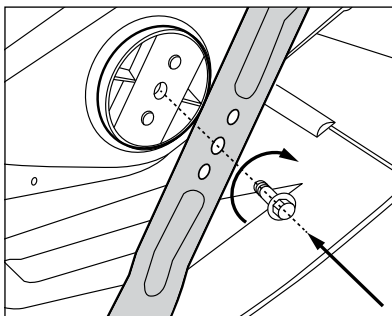

Рис. 10
Для выключения газонокосилки: отпустите рычаг выключателя 2 (рис. 10) и снимите батарею. Для этого нажмите клавишу фиксатора и сдвиньте батарею по направляющим до полного отделения ее от корпуса машины (рис. 8).
5. Закрепите новый нож болтом, подложив под него шайбу. Необходимо обратить внимание на то, чтобы нож был правильно ориентирован (рис. 10).